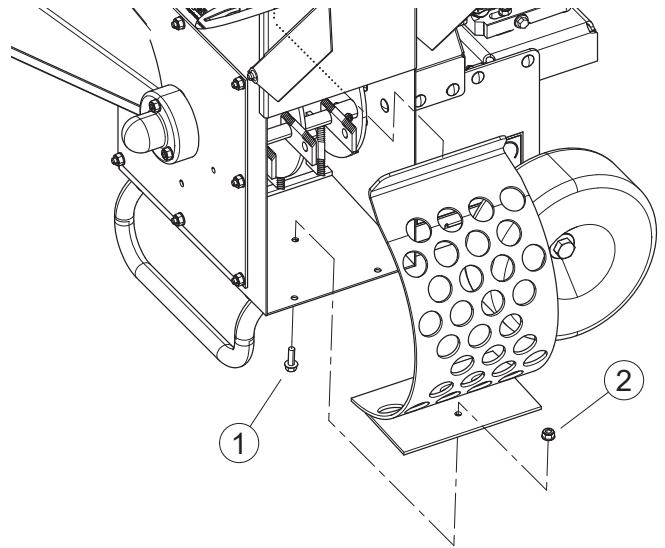

Figura 5.8, Reemplazo de la criba de descarga
3. Retire el perno de 5/16" x 1" (8 mm x 25,4 mm) y la tuerca con reborde que aseguran la criba de descarga al bastidor (Figura 5.8). Retire la criba de descarga de la parte inferior y rote la parte superior hacia abajo para quitarla.